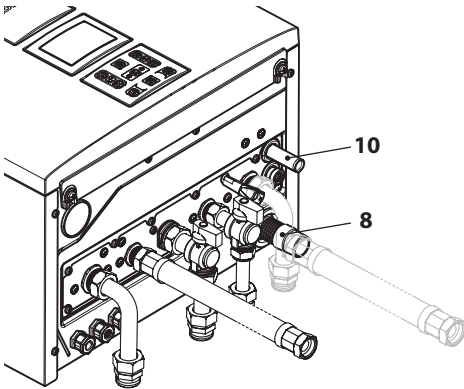

Figura 5.4
- Collegare lo scarico della valvola di sicurezza 10 (Figura 5.4) ad un imbuto di scarico 10 (Figura 5.4) ad un imbuto di scarico.
- Inserire il tubo flessibile di scarico condensa 8 (Figura 5.4) all'interno del condotto di scarico condensa domestico o nell'imbuto di scarico della valvola di sicurezza, qualora lo scarico sia idoneo a ricevere condensa acida.